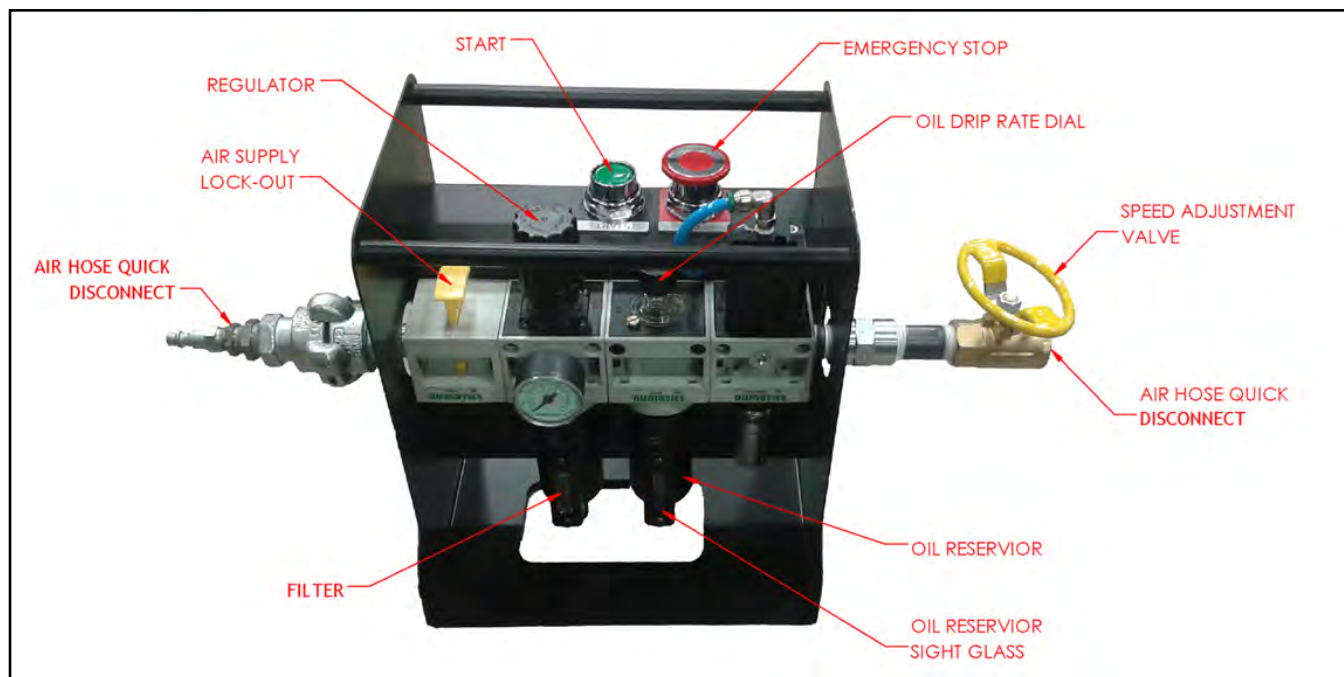

ABBILDUNG 4-5. STEUERINHEITEN AM AIR CADDY
Arbeitsschritte durch (wie in Abbildung 4-5 gezeigt wird).
5. Regulieren Sie die Öl-Tropf-Frequenz nach Bedarf (siehe Abbildung 4-5).
3. Drücken Sie den Schieber für das DRUCKLUFT-ABSPERRVENTIL zum Schließen nach unten (wie es in Abbildung 4-5 zu sehen ist). Dadurch wird die restliche Druckluft aus dem Air Caddy-Kreislauf abgelassen.
1. Prüfen Sie den Stand im Öltank des Air Caddy am Sichtglas (siehe Abbildung 4-5 auf Seite 28). Falls nötig, füllen Sie Öl nach.
2. Prüfen sie, ob das Druckluft-Zufuhrventil offen ist (Schieber nach oben gezogen). Siehe Abbildung 4-5 auf Seite 28.